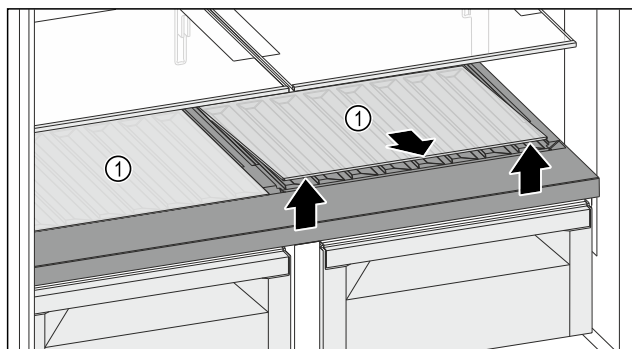

Fig. 117
- Jednu sklenú dosku alebo obidve sklené dosky Fig. 117 (1) na vybraní vpredu nadvihnite a vytiahnite.
- Sklenú dosku(y) Fig. 117 (1) bezpečne uchováajte mimo zariadenia.